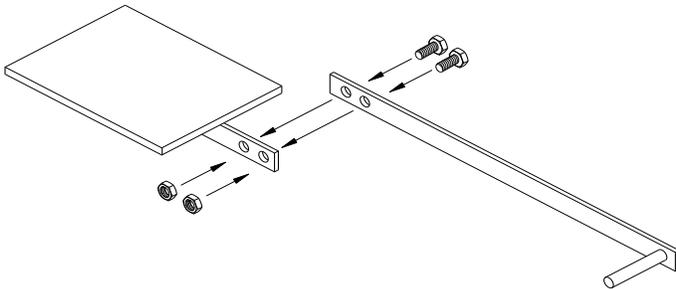

Figure 2.4.3
2. Fixez-y son prolongement, tel qu'illustré aux Fig. 2.4.3 et 2.4.4, à l'aide des vis à tête hexagonale de ¼ x 1 (fournies avec la plaque avant).